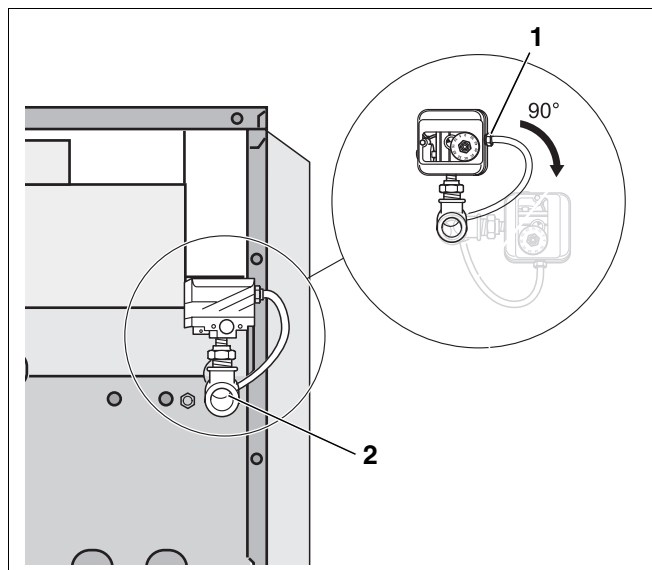

Fig. 23 Realizarea racordului de gaz
- Racordarea fără tensiune a conductei de gaz la racordul de gaz (Fig. 23, **Poz. 2**).
- Presostatul de gaz care a fost livrat împreună cu restul accesoriilor (Fig. 23, **Poz. 1**) trebuie instalat la racordul cu gaz (Fig. 23, **Poz. 2**) împreună cu niplul de reducere livrat. Presostatul de gaz trebuie să indice în acest caz în sus sau în jos.